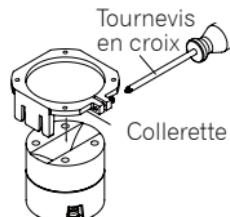

Fig. 1
1. Placez doucement l'unité centrale avec le pavillon orienté vers le haut. Desserrez les vis de la collarette et installez l'unité centrale dans la position indiquée sur la Fig.1.